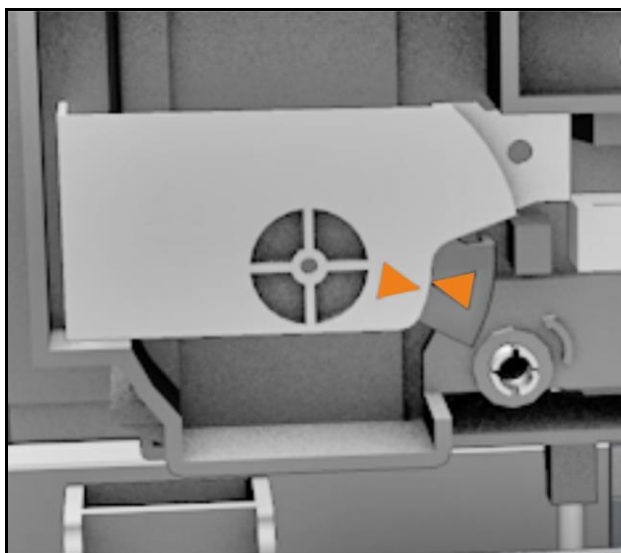

图 160 清洁单元已解锁
**6** 使用一个螺丝刀通过打印头解锁装置(B)将打印头(A)逆时针转到解锁位置(参见图 160)。